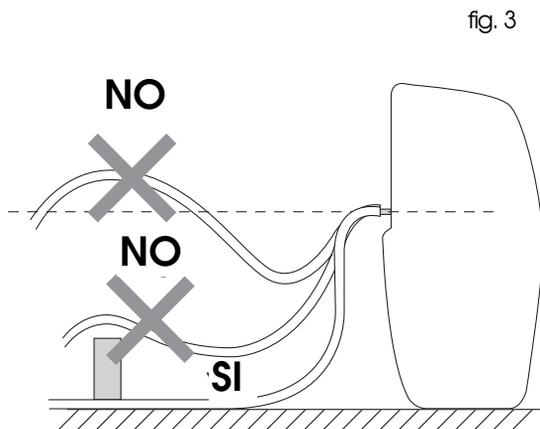

fig. 3
- 3) Fare attenzione che il tubo non debba superare dislivelli superiori all'altezza del beccuccio. In caso contrario l'acqua resterà nella tanica; verificare inoltre che il tubo non sia strozzato (Fig. 3).